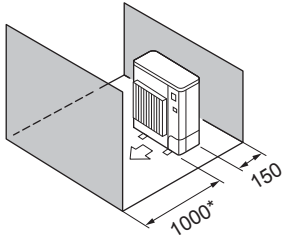

Fig. 2-6
⑤ Yalnızca öndeki ve arkadaki engeller (Fig. 2-6)